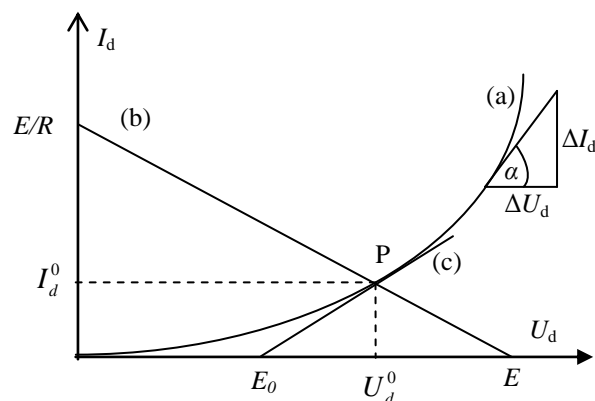

Fig. 3 Caracteristica statică (a), dreapta de sarcină (b) și dreapta de aproximare (c).
3. Se ridică graficul dependenței teoretice $I_d = f(U_d)$ dată de ecuația (1) știind că $m = 1$ pentru dioda EFR106 și $m = 2$ pentru dioda D244A.
4. De o parte și de alta a punctului static de funcționare se aleg câte două puncte și în fiecare punct se calculează rezistența internă geometric conform procedurii descris în fig.3.